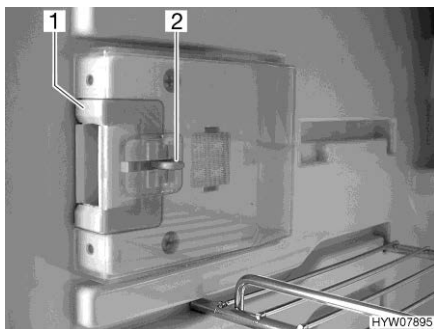
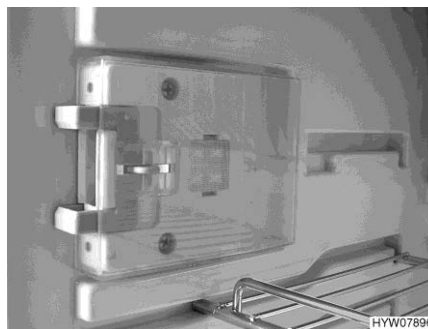

Fig. 260 Dispositif de fermeture (position normale)
Fig. 261 Dispositif de fermeture (position de ventilation)
- Presser le bouton de déverrouillage (Fig. 260,2).
- Pousser le dispositif de fermeture (Fig. 260,1) vers l'avant (Fig. 261).